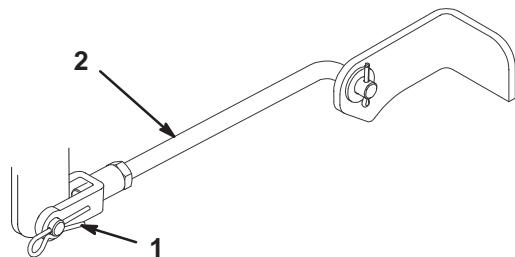

Figure 46
3. Enlevez la goupille fendue et l'axe de chape des tourillons avant (Fig. 46).
- Fixez les tourillons à la machine à l'aide des axes de chape et des goupilles fendues (Fig. 46).